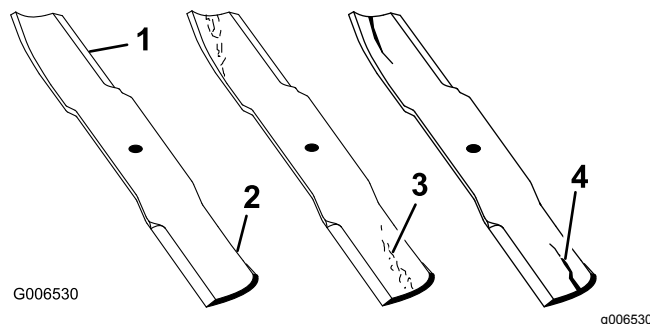

Figure 103
1. Examinez le tranchant des lames (Figure 103).
4. Remplacez immédiatement toute lame fendue, usée ou qui présente une entaille (Figure 103).